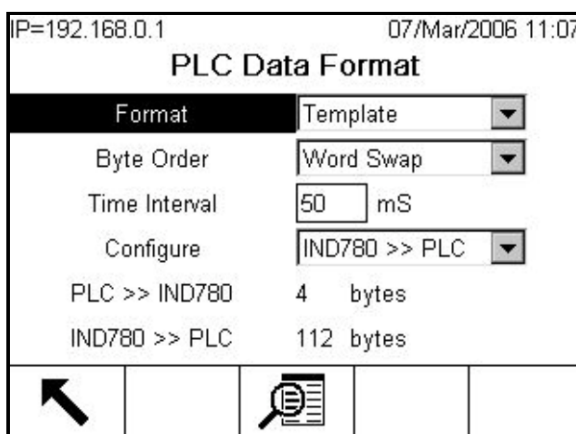

Figure 3-146 : Écran API Data Format
1. Depuis Setup, sélectionnez **Communication > API Interface > Format de données**. La Figure 3-146 illustre l'écran avec un modèle sélectionné comme le format indiquant l'intervalle de temps, la configuration et l'affichage directionnel. Lorsque le format d'application est sélectionné, seule la case Format et la touche programmable AFFICHER TABLEAU s'affichent sur cet écran.
5. La partie inférieure de cet écran (Figure 3-146) affiche le nombre d'octets qui seront envoyés par l'IND780 ainsi que le nombre d'octets anticipés depuis le API.